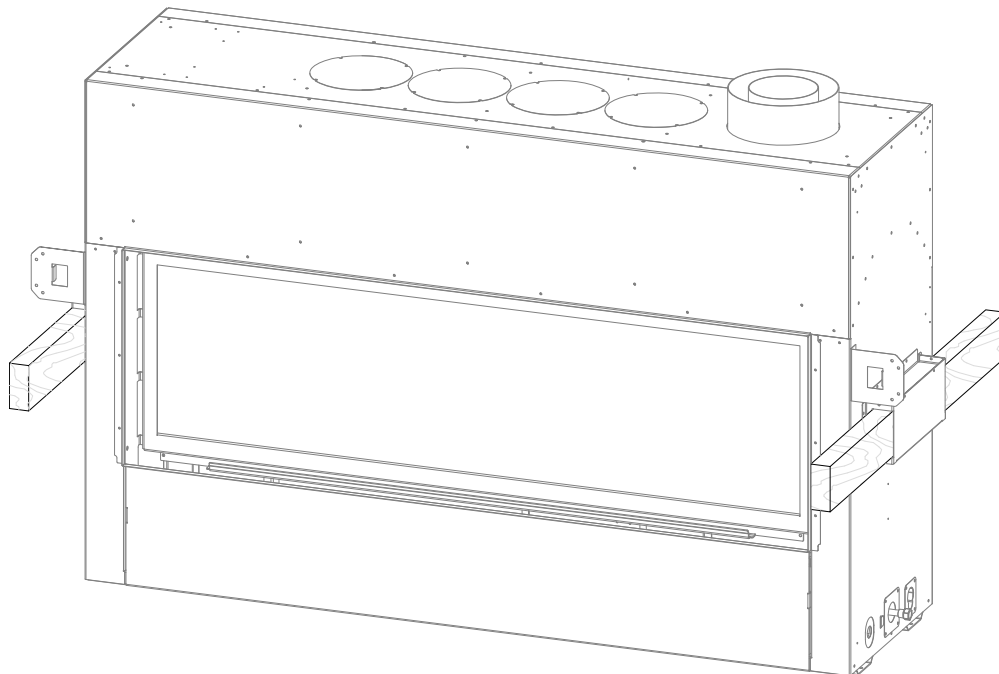

Figure 3.2 - Poignées de levage
- Les deux côtés de l'appareil sont munis de poignées de levage permettant de le lever avec les mains (aucun bord coupant) ou d'y insérer un colombage 2" x 4", tel que montré à la Figure 3.2.